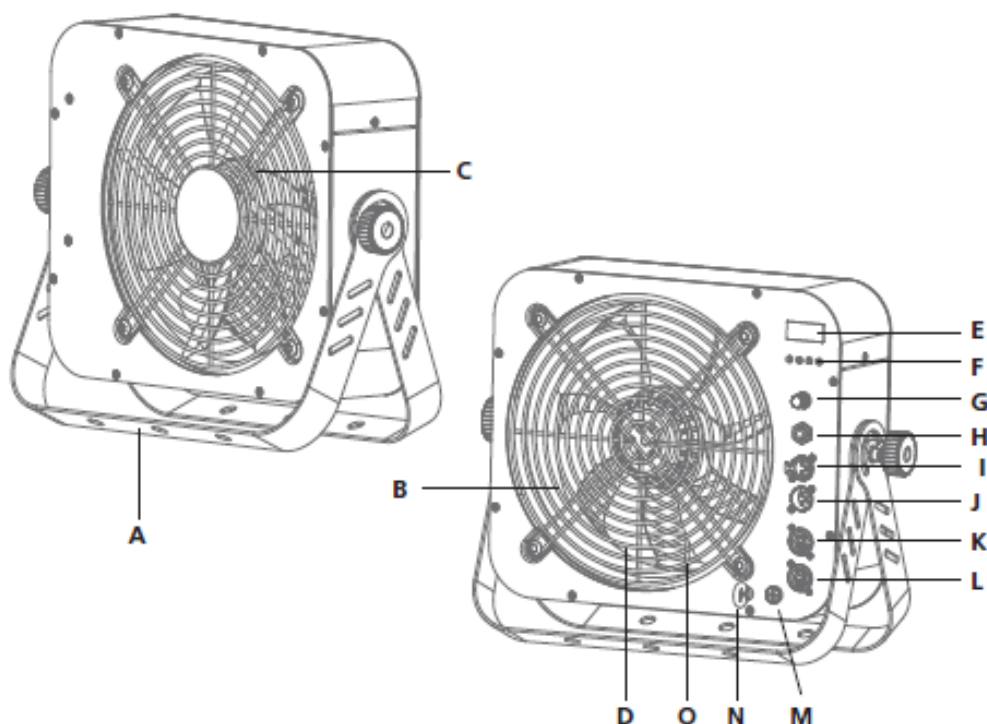

Рисунок 1
6. Также для управления можно подключить пульт ДУ к соответствующему разъему (рисунок 1-Н) на задней панели устройства.
1. Для включения вентилятора нажмите клавишу SWITCH (Рисунок 1-F).
2. Для управления скоростью вентилятора вращайте ручку регулировки потока воздуха (Рисунок 1-G).
4. Для выключения вентилятора снова нажмите клавишу SWITCH (Рисунок 1-F).
1. Надежно подсоедините пульт ДУ к разъему (Рисунок 1-H) на задней панели устройства.
1. Подключите кабель контроллера DMX512 ко входному разъему (рисунок 1-J) вентилятора. Убедитесь, что полярность сигнального кабеля верная. При поступлении DMX-сигналов вентилятор автоматически перейдет в режим управления DMX.
2. Используйте клавишу MENU под ЖК-дисплеем для выбора режима DMX и адреса DMX (рисунок 1-E и F).